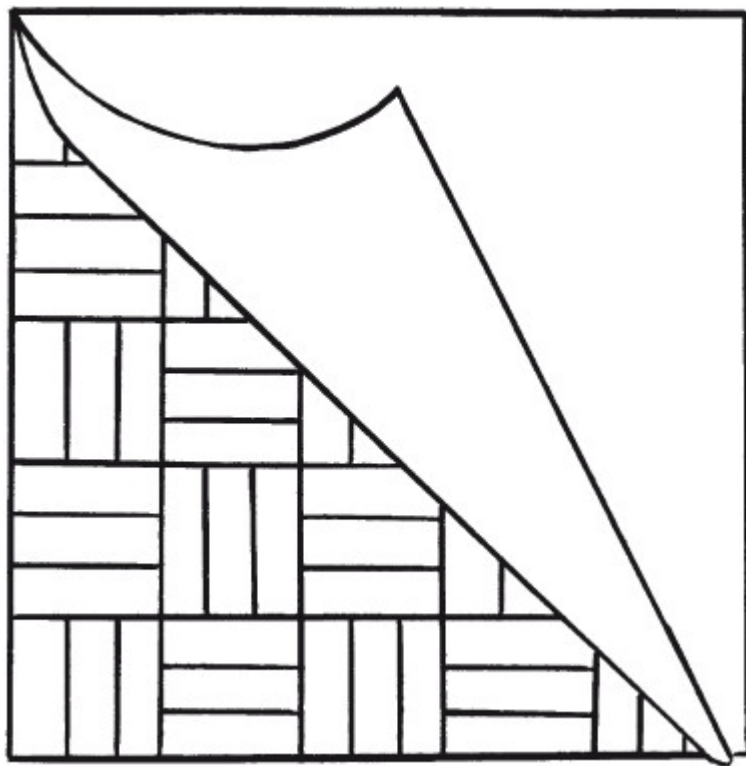

Рис. 27. Паркетные планки, наклеенные на бумагу
– паркетные планки П-1, наклеенные лицевой стороной на бумагу, которую снимают вместе с клеевым слоем после настила паркета на основание (рис. 27);